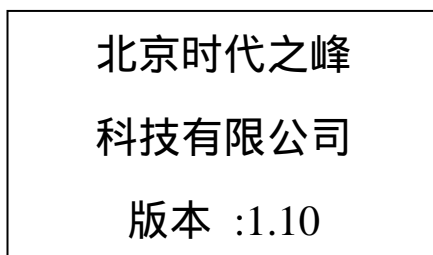
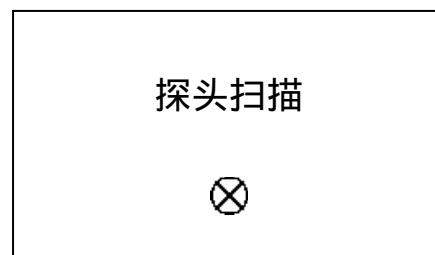
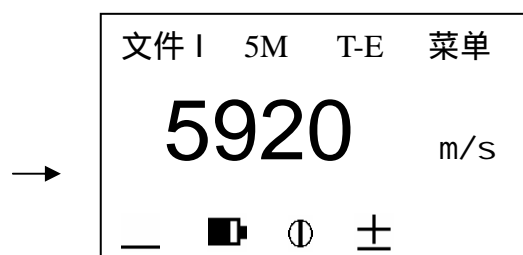

图 3
图 4
图 5
2. 按住  $\text{⓪}$  键直到屏幕出现显示，屏幕显示过程（如图 3、图 4 和图 5）：
**说明 1:** 在图 4 状态下, 只可以进行长按 $\text{①}$ 键关机 and 长按 $\leftarrow$ 键取消探头识别两种操作, 其他键无效; 取消探头识别, 直接进入图 5 状态后, 操作人员可以使用测量以外的其他功能; 若不进行任何操作, 则仪器将会持续检测探头 5 次后进入图 5 状态。
**说明 2:** 在图 4 中, 该界面持续闪烁说明没有安装探头或者探头识别有误, 请安装探头或检查探头并重新装入。探头类型标志有以下四种形式,
**说明 3:** 在图 5 中,
$\text{①}$  : 探头类型标志 (共有四种状态, 同图 4 说明)